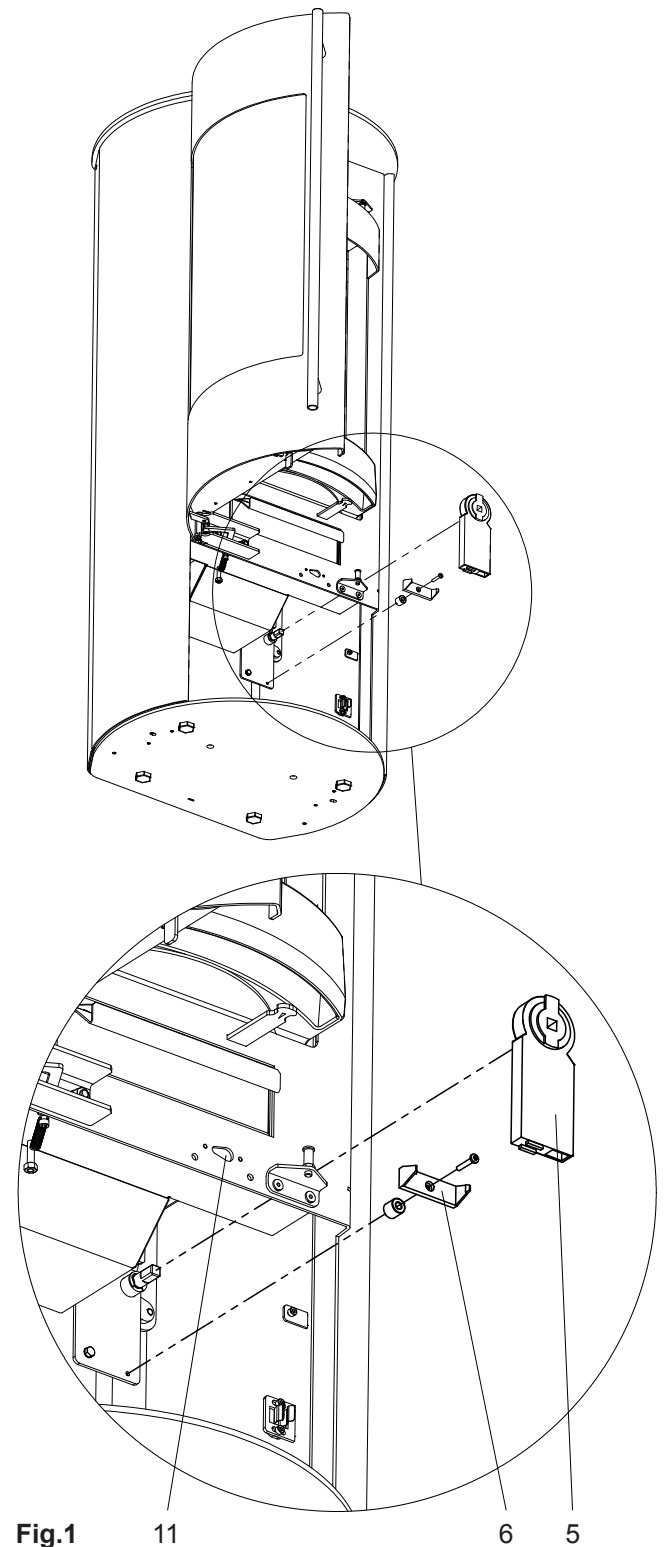

Fig.1
- Visser à bloc la patte de maintien moteur (6) avec la douille d'écartement sur la console du moteur. Pousser le moteur de commande (5) sur l'axe rotatif du levier de coulisseaux d'air, puis bloquer la patte de maintien moteur par encliquetage (Fig.1).
- Monter le contacteur de porte (position fixation, cf. Fig.1), la sonde de température et le câble d'alimentation électrique conformément aux étapes 2 à 7 décrites dans le Chapitre «Étapes générales de montage».